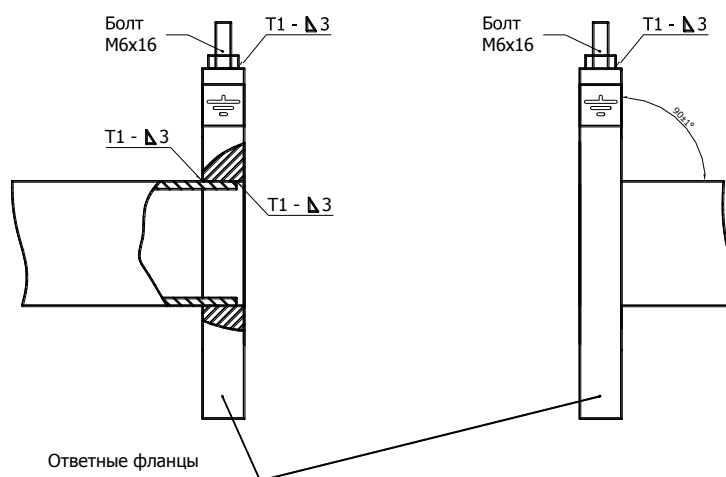

Рисунок 8.5
8.3.5 К прямолинейным участкам трубопровода приварить фланцы в соответствии с ГОСТ 12820-80, при этом угол между осью трубопровода и плоскостью фланца должен быть $90 \pm 1^\circ$. Фланцы следует приваривать таким образом, чтобы после установки расходомера (ППР) ось электродов ППР лежала в горизонтальной плоскости (допустимое отклонение от линии горизонта $\pm 10^\circ$). При монтаже ответных фланцев необходимо приварить болт заземления к верхней части монтируемого фланца (см. рисунок 8.5).